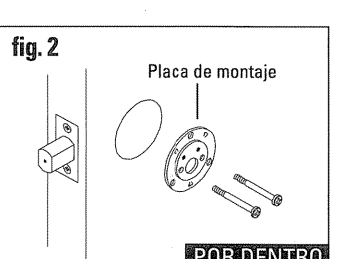

fig. 2 Placa de montaje
- Place turnpiece mounting plate on inside of door as shown. The side with "TOP" marked on plate should be against the door. Attach cylinder using two #10-32 x 1-7/8" pan head machine screws. Insert screws through mounting plate, deadbolt, screw guide and collar into the cylinder. Tighten all screws. (fig. 2)
(fig. 2) Mounting plate
- Placer la plaque de montage du bouton de serrure sur l'intérieur de la porte, tel qu'illustré. Le côté avec l'inscription « TOP » sur la plaque doit être placé contre la porte. Fixer le barillet avec deux vis à métaux à tête cylindrique bombée #10-32 x 1-7/8 po. Insérer les vis à travers la plaque de montage, le pêne dormant, le guide-vis et le collet, puis dans le barillet. Serrer toutes les vis (Fig. 2).
(fig. 2) Plaque de montage
- Coloque la placa de montaje de la pieza giratoria en el interior de la puerta, conforme a lo ilustrado aquí. El lado que está marcado "TOP" (parte superior) en la placa debe colocarse contra la puerta. Conecte el cilindro utilizando para ello dos tornillos para maquinaria de cabeza móvil #10-32 x1-7/8 pulg. Inserte los tornillos a través de la placa de montaje, el pestillo, la guía de tornillos y el collar al cilindro. Apriete todos los tornillos (fig. 2).